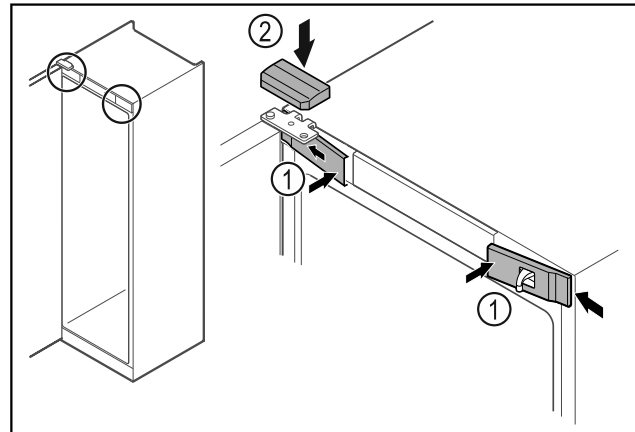

Fig. 46
- ▶ Vordere Abdeckungen Fig. 46 (1) seitlich einhaken und aufrasten.
- ▶ Obere Abdeckung Fig. 46 (2) von oben aufrasten.